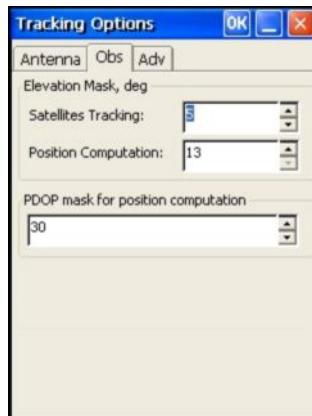

Рис. 3-13. Мaska возвышения для спутников, данные которых используются при расчете местоположения приемника
- Выберите вкладку Observation и установите Elevation mask (Маску возвышения) 15 градусов, чтобы не использовать при определении местоположения данные со спутников, уровень возвышения которых над горизонтом меньше заданного значения (Рис. 3-13), а также введите параметр PDOP mask (Маска PDOP), после чего нажмите OK.